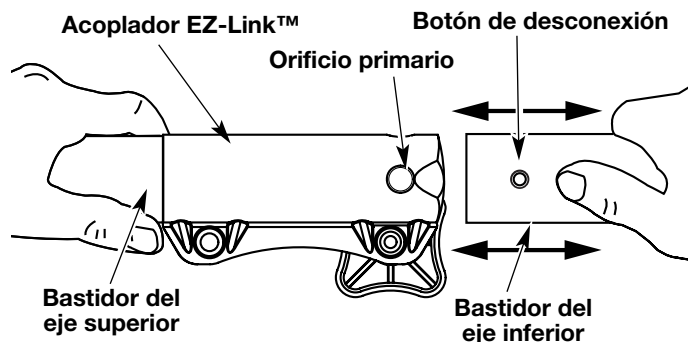

Fig. 7
2. Mientras sostiene el accesorio con firmeza, empujelo en línea recta en el acoplador EZ-Link™ (Fig. 7).